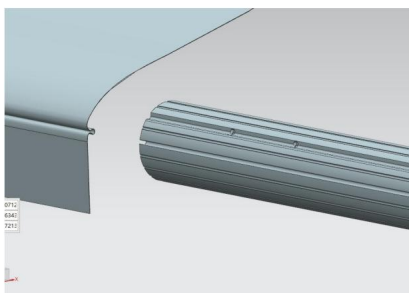
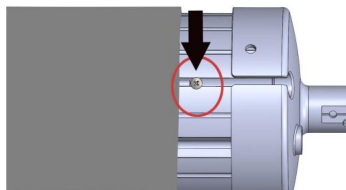

Rysunek C10
Rysunek C11
3.4 Wyciągnij rurki łączące na obu końcach środkowej rurki nawojowej do czerwonej pozycji granicznej, złożź lewą i prawą rurkę nawojową i przymocuj je śrubą A w miejscu połączenia. (Rysunek C10, Rysunek C11)